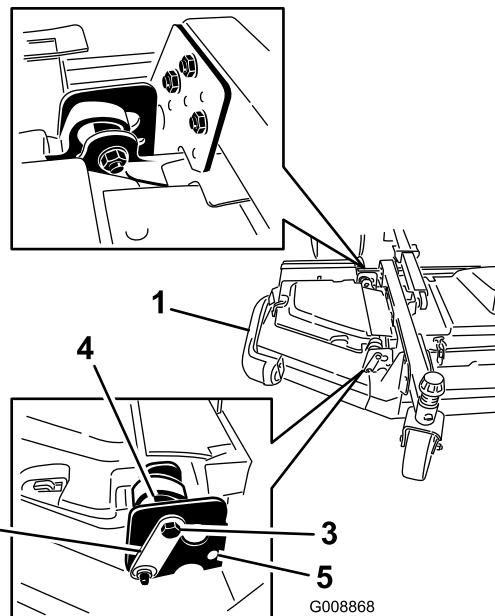

Figura 7
- 2. Afloje los pernos y las tuercas que sujetan los dos espaciadores excéntricos a las alas (Figura 7).
- 3. Gire el excéntrico trasero (el más cercano a la unidad de tracción) hasta que la punta exterior de la cuchilla esté aproximadamente 3 mm más alta que la altura de corte deseada (Figura 7).